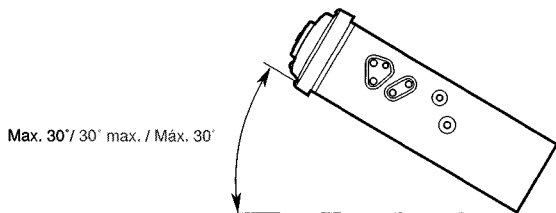

Figure 2 / Figure 2 / Figura 2
2. Install the unit within 30° of the horizontal plane. (Figure 2)
2. Installer l'appareil avec un angle inférieur à 30° par rapport à l'horizontal. (Figure 2)